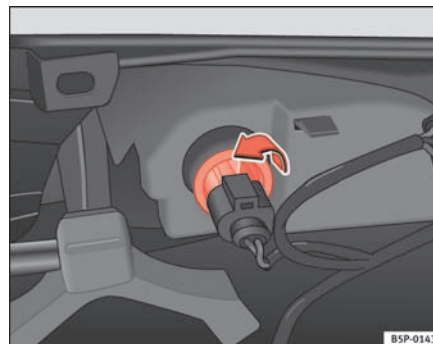

Fig. 189 Pæren på inder-siden af støtfangeren
- Drej fatningen mod venstre, og tag den ud i pilens retning ⇒ fig. 189.